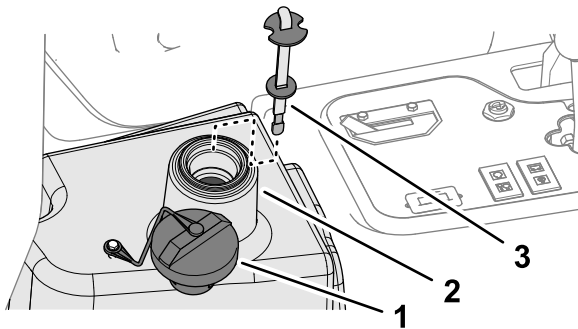

Bild 93
2. Reinigen Sie den Bereich um den Füllstutzen und den Deckel des Hydraulikbehälters (**Bild 93**) und nehmen Sie den Deckel ab.